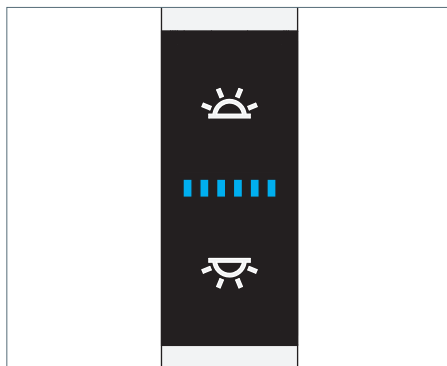

Fig. 10: Élément de commande.
- Appuyez sur la touche supérieure, voir Fig. 10.
- Appuyez sur la touche inférieure, voir Fig. 10.
- Appuyez sur la touche inférieure et tenez-la appuyée, voir Fig. 10.
- Appuyez sur la touche supérieure et tenez-la appuyée pendant au moins une seconde, voir Fig. 10.
- Appuyez sur la touche supérieure et tenez-la appuyée pendant au moins une seconde ou éteignez et allumez de nouveau VTL, voir Fig. 10.